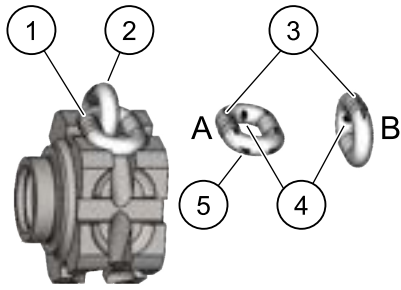

Figure 9. Zones d'usure de la chaîne
3. Détendre la partie de la chaîne qui passe normalement au-dessus de la roue de levage (pignon). Examiner l'usure des maillons de la chaîne (cf. Fig. 9). Si le diamètre du fil n'importe quel endroit du maillon est inférieur à 90 % du diamètre nominal du fil, remplacez la chaîne.